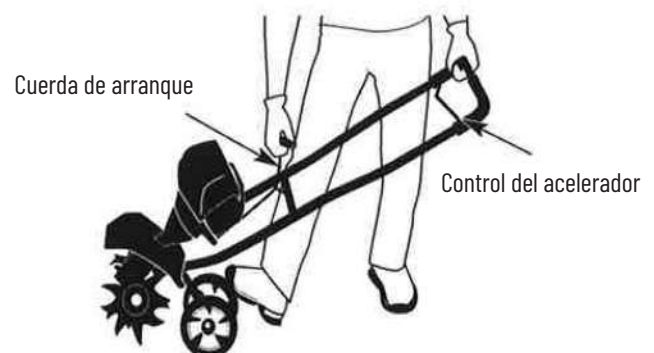

Fig. 7
ADVERTENCIA: El operador y la unidad deben estar en una posición estable al tirar de la cuerda de arranque (Fig. 7).
5. Colóquese en la posición de arranque (Fig. 7). Sujete el manillar con una mano. Sujete la cuerda de arranque con la otra. Use un pie para sujetar las ruedas.